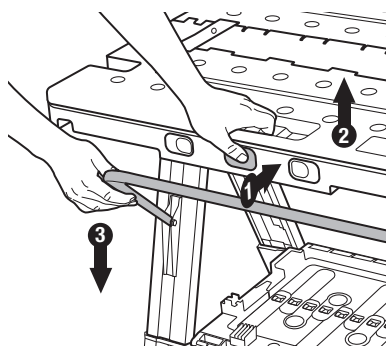

Figure 14
1. Abaisser la barre de support tel qu'illustré à la (figure 14). Appuyer sur le bouton du milieu sur le dessus de la table, lever le dessus de la table et abaisser la barre de support.